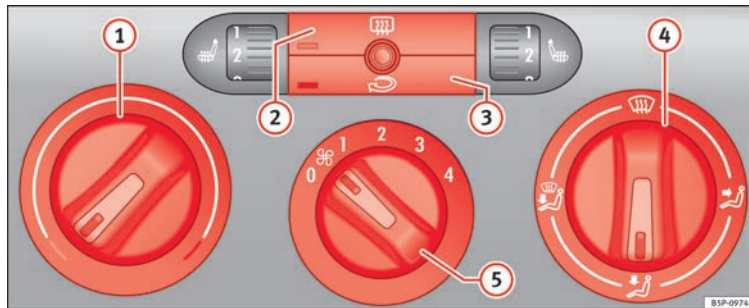

Bild 114 Uppvärmningsreglage på instrumentpanelen.
- Använd reglagen » bild 114 ① samtidigt ④ och reglaget ⑤ för att ställa in temperaturen, luftfördelningen och fläktens hastighet.
- Tryck för att sätta på eller stänga av en funktion på passande knapp ② eller ③. När funktionen är aktiverad, tänds indikeringsfönstret nere till vänster om knappen.